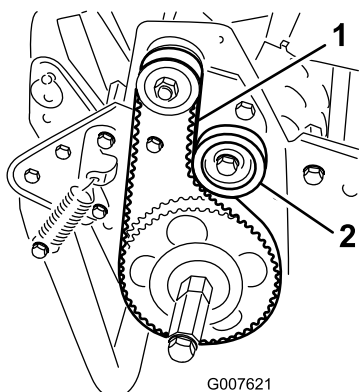

Рисунок 44
2. Проверьте натяжение, приложив к ремню посередине между шкивами (Рисунок 44) усилие 18–22 Н.
А. Ослабьте крепежную гайку натяжного ролика и поджимайте натяжной ролик по часовой стрелке к обратной стороне ремня, пока не будет достигнуто требуемое натяжение ремня (Рисунок 44).